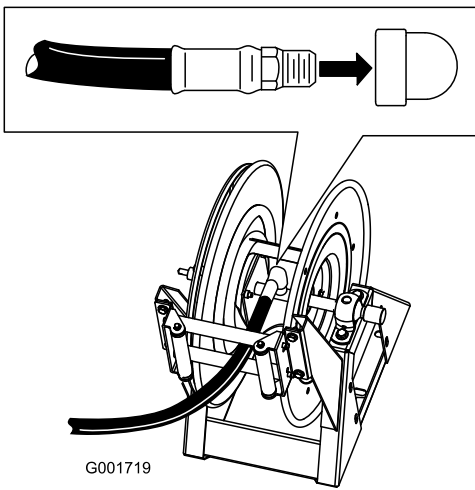

图 40
1. 在长软管的接头螺纹施用聚四氟乙烯密封材料然后将接头安装到软管卷上的连接管内图 40。